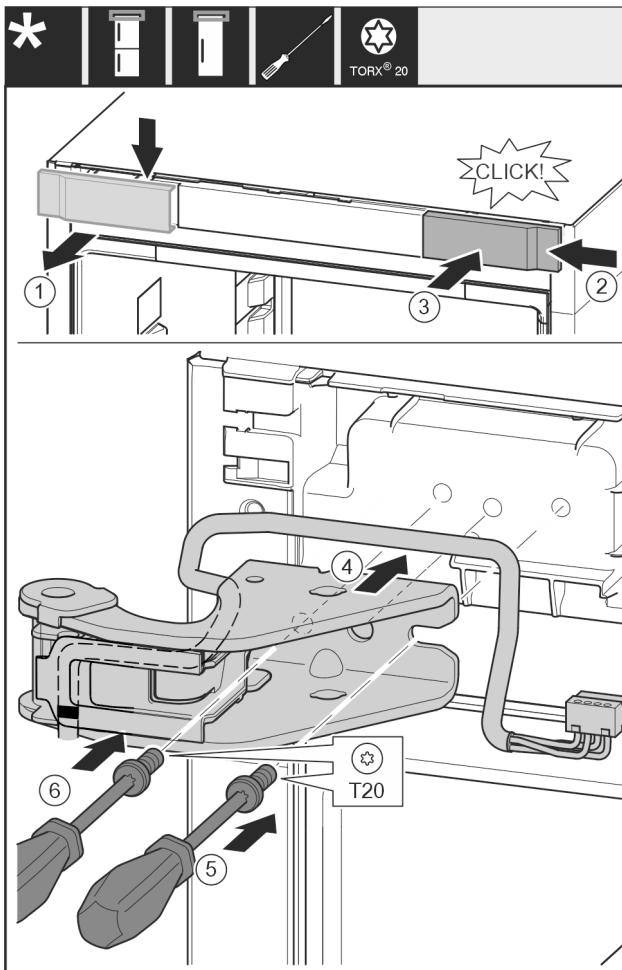

Fig. 32
- Pokrov snemite od zgoraj v smeri naprej. Fig. 32 (1)
- Pokrov, obrnjen za 180°, namestite na drugi strani z desne strani. Fig. 32 (2)
- Zataknite pokrov. Fig. 32 (3)
- Pristavite zgornji ležajni podstavek. Fig. 32 (4)
- Vijak vstavite z izvijačem T20 in ga zategnite. Fig. 32 (5)
- Vijak vstavite z izvijačem T20 in ga zategnite. Fig. 32 (6)